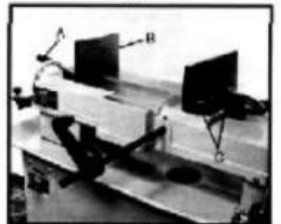

Fig.7
1. Bolzenbaugruppen entfernen (C, Fig. 7)
2. Positionieren Sie den Schraubstock und bauen Sie die Bolzenbaugruppen wie in Abb. 7 dargestellt wieder ein.